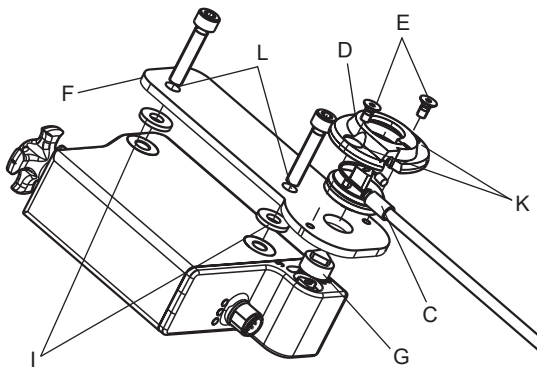

Figure 7
- Placer la face saillante (triangle avec flèche) du capot adaptateur D dans l' encoche de la monture pour flexible C (voir figure 7).